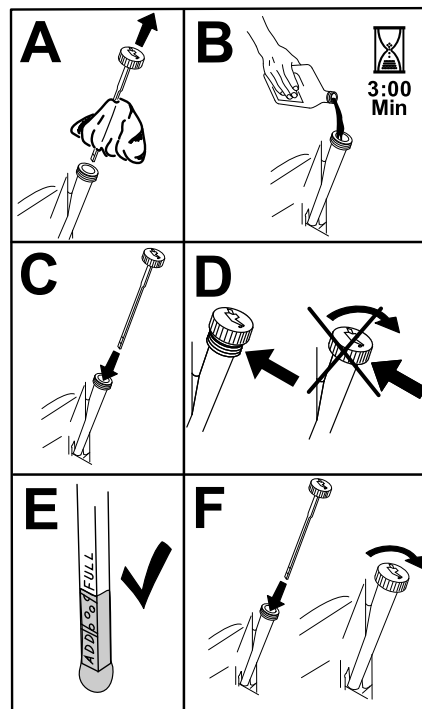

Figura 33
8. Com cuidado, adicione 80% do óleo especificado no bocal de enchimento e, em seguida, adicione o restante vagarosamente até atingir a marca **Full** (Figura 33).